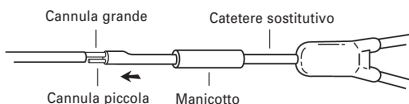

Fig. 3
3. L'estremità del catetere sostitutivo presenta una cannula metallica precaricata piccola (estremità più corta) ed una grande (estremità lunga). Far scivolare la cannula metallica lunga leggermente nel lume più grande del catetere. (Fig. 3)